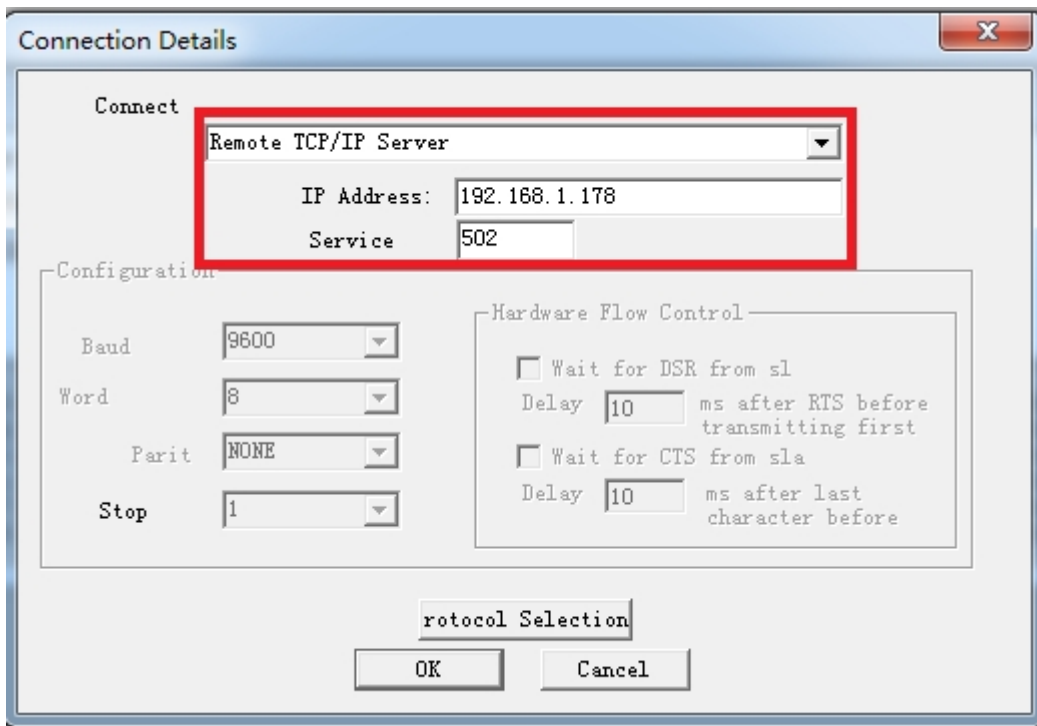

图 1
- 选择菜单 Connection/Connect，选择 Remote TCP/IP Server，输入 TK 6000-KV 的 IP 地址，Service 端口为 502; 点击[OK]按钮，如图 1 所示。